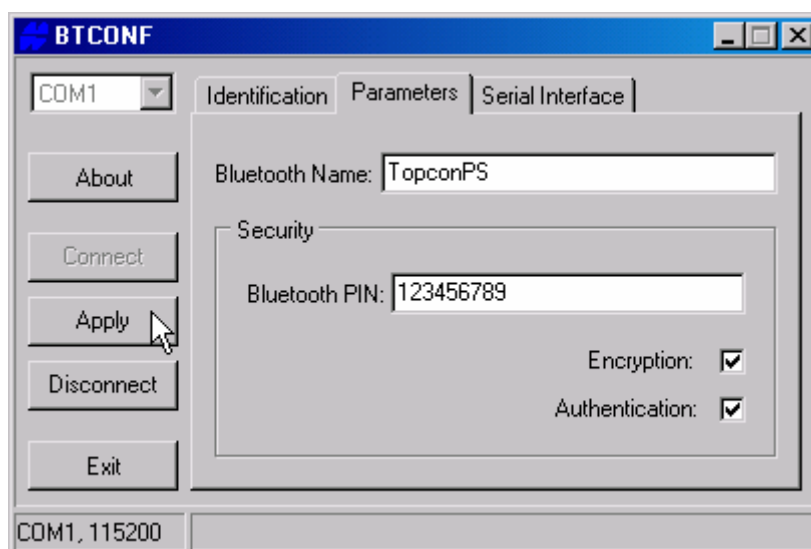

Рисунок 2-34. BTCONF. Вкладка Параметры. Область Безопасность
- Установите перечисленные ниже параметры безопасности (см. рис. 2-34 на стр. 2-45) и щелкните на кнопке *Apply*: